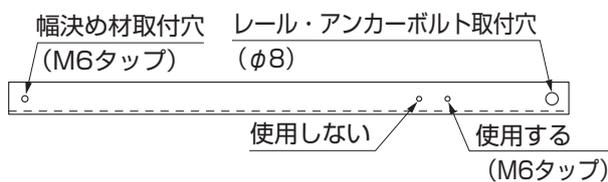
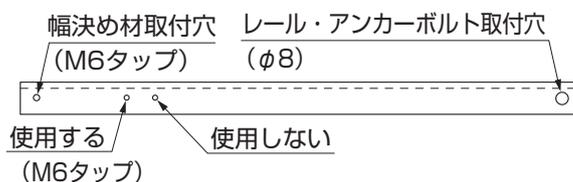
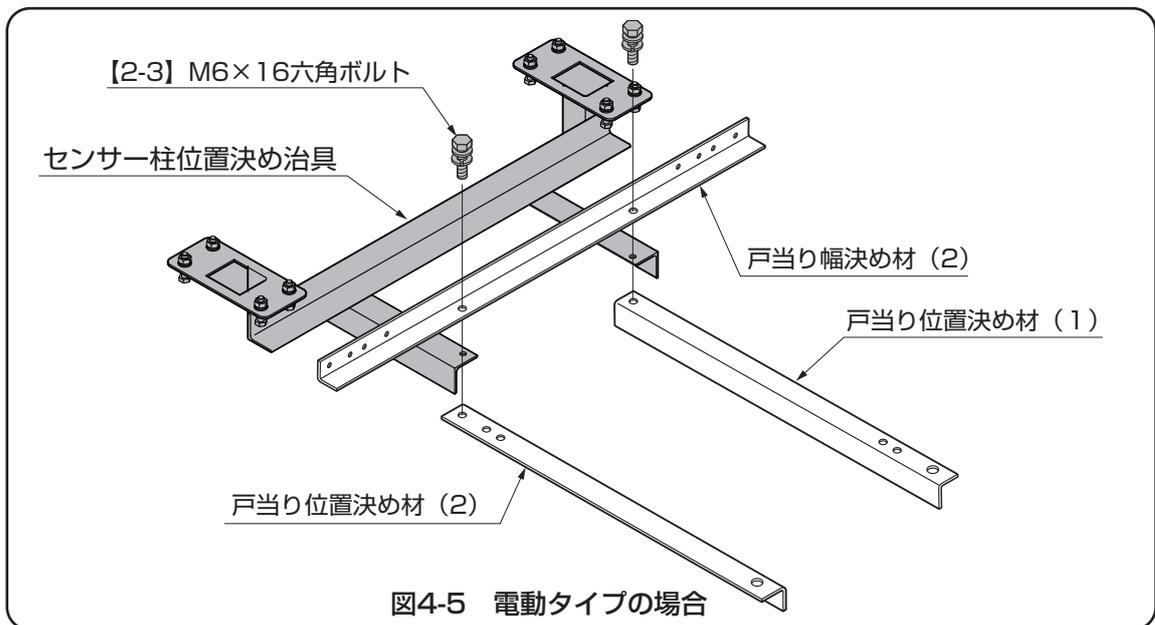

図4-1 戸当り位置決め材 (1)
図4-2 戸当り位置決め材 (2)
図4-5 電動タイプの場合
- ①水抜き部品と戸当り幅決め材 (1) を【2-1】、【2-2】、【2-5】で取付けてください。
- ②戸当り幅決め材1にレベルボルト、【2-1】、【2-2】で戸当り位置決め材 (1)、戸当り位置決め材 (2) を取付けてください。
- ③戸当り筋交い材を図4-1、図4-2を参照して戸当り位置決め材に【2-3】で取付けてください。
- ④戸当り幅決め材 (2) を戸当り位置決め材 (1)、戸当り位置決め材 (2) に【2-3】で取付けてください。
- ⑤電動タイプの場合、戸当り幅決め材 (2) と戸当り位置決め材 (1)、(2) の間にセンサー柱位置決め治具のを差込んで【2-3】で取付けてください。(図4-5参照)